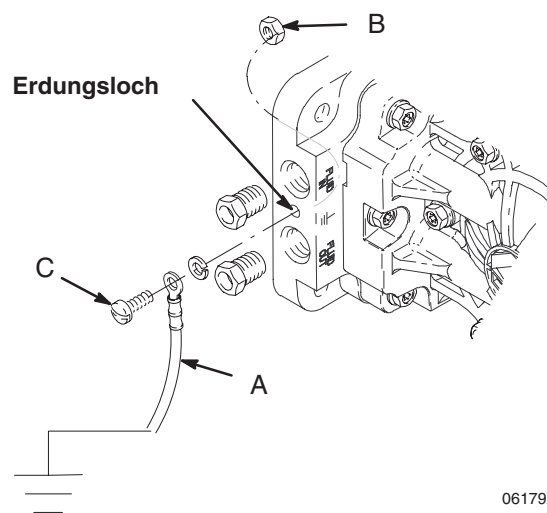

Abb. 1
Die *Polypropylen- und Kynar®-Pumpen* sind **nicht** elektrisch leitfähig. Werden leitende, brennbare Flüssigkeiten gefördert, muss **immer** das gesamte Materialsystem geerdet werden. Dazu muss das Materialsystem elektrisch mit einer guten Erde verbunden werden. Siehe Abb. 1.
*Pumpe:* Erdungsdraht (A) und Klammer, Teile-Nr. 222011, anschließen. Siehe Abb. 1. Die Erdungspunkte der Pumpe liegen am Verteiler zwischen den Ein- und Auslassöffnungen. Die im Lieferumfang der Pumpe enthaltene Mutter (B) und den Bolzen (C) verwenden und wie folgt installieren: